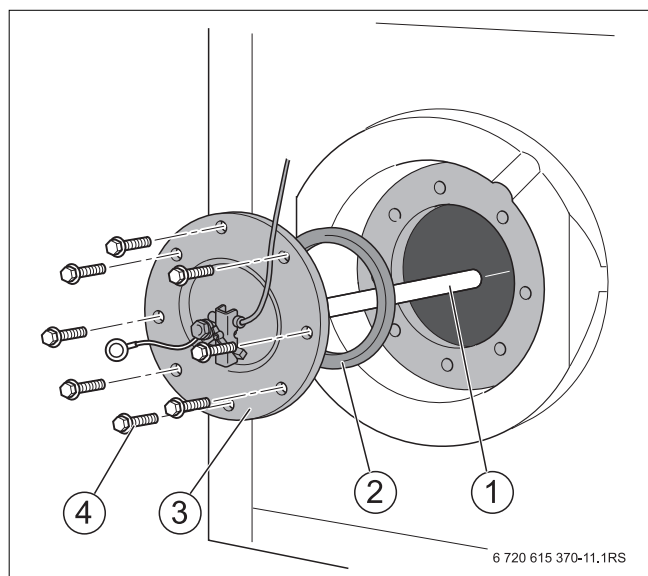

Fig. 13 Ouvrir la trappe de visite
- Ouvrir la trappe de visite (→ fig. 13, page 42).